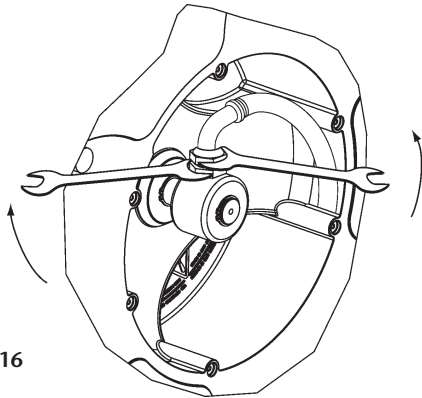

Fig.16
2. Unscrew the nuts with two spanners (fig. 16).
2. Con dos llaves, afloje la manguera de la rótula (fig. 16).
2. Avec deux clés, desserrer le flexible de la rotule (fig.16).
2. Lösen Sie die Schraubenmutter mit Hilfe zweier Gabelschlüssel (Fig. 16).